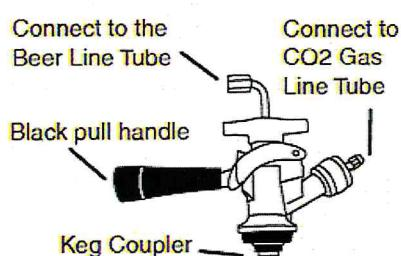

fig. 1
1. Stellen Sie sicher, dass der schwarze Griff des Zapfhahns geschlossen ist; in aufrechter Position steht, bevor Sie diesen ans Fass anschließen. (Fig. 1). Setzen Sie den Zapfkopf auf den Anschluss des Bierfasses und drehen Sie diesen im Uhrzeigersinn  $\frac{1}{4}$ , um es in der Position zu verriegeln (Fig. 2). Das bedeutet, dass es am Fass befestigt ist.